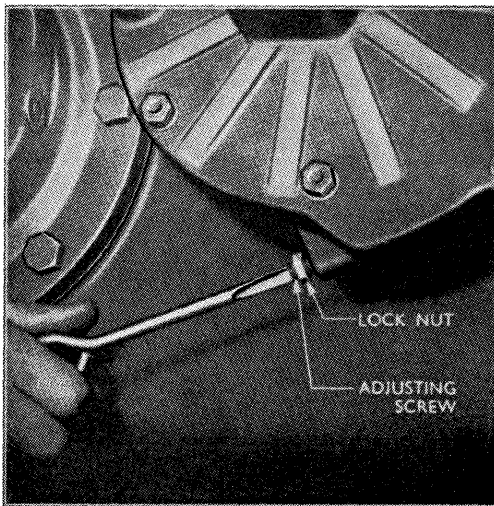

Fig. 57. Skivebremsens justerskrue med kontramøtrik.
- 1: Løsn kontramøtrikken og spænd justerskruen, til bremsen er låst (fig. 57).